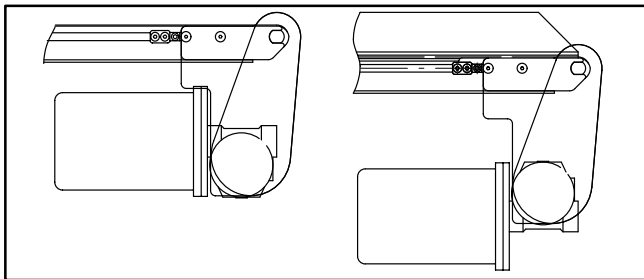

Abbildung 19
**HINWEIS:** Getriebemotorposition am Flachbandförderer siehe links auf Abbildung 19. Getriebemotorposition am Stollenförderer siehe rechts auf Abbildung 19.